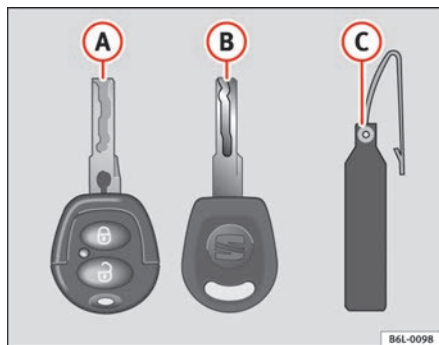

Fig. 46 Juego de llaves
- una llave con mando a distancia ⇒ fig. 46 A con espadín desplegable*,
Sólo es posible hacer duplicados con el número de la llave del llavero de plástico ⇒ fig. 46 B. Por este motivo: